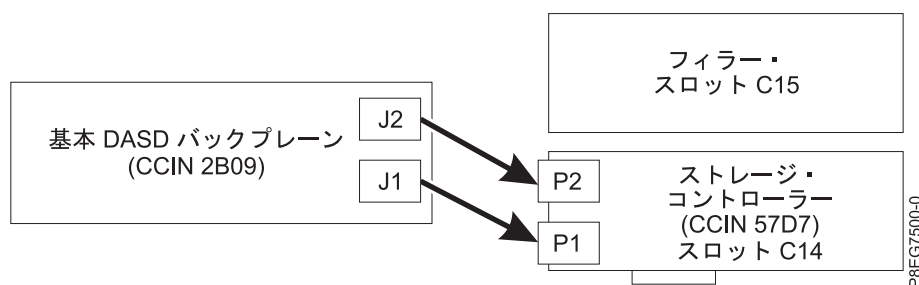

図 16. 基本ストレージ構成での SAS ケーブルの再接続
- スロット P1-C14 (基本ストレージ・フィーチャー) に 1 つの PCIe3 x8 SAS RAID 内部アダプター (CCIN 57D7) がある場合は、1 本の SAS ケーブルが、下部のディスク・ドライブ・バックプレーン・コネクタ (J1) からアダプター上の P1 に接続されています。もう 1 本の SAS ケーブルは、上部のディスク・ドライブ・バックプレーン・コネクタ (J2) から同じアダプターの P2 コネクタに接続されています。図 16 を参照してください。